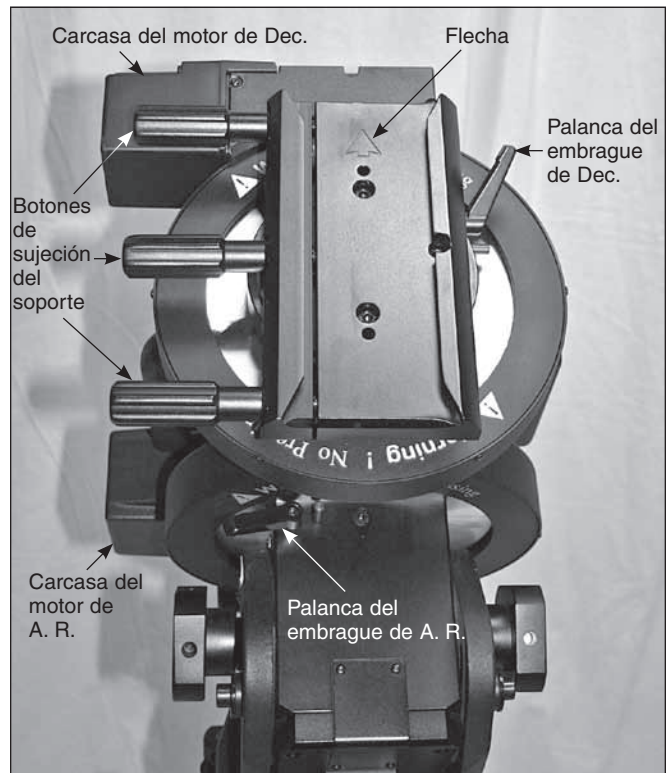

Figura 15. Al instalar el telescopio, la flecha del soporte debe apuntar hacia adelante o hacia la derecha.
2. Suelte la palanca de embrague de Dec. y gire el soporte hasta que la flecha que hay en él apunte hacia adelante o hacia la derecha, según prefiera. En la **figura 15** se
- Con una mano situada en el tubo óptico del telescopio, afloje la palanca del embrague de A. R. (**figura 15**). Asegúrese de que la palanca del embrague de Dec. está apretada por el momento. Ahora debería ser posible girar libremente el telescopio alrededor del eje de ascensión recta. Gírelo hasta que el eje de contrapeso quede paralelo al suelo (es decir, horizontal).